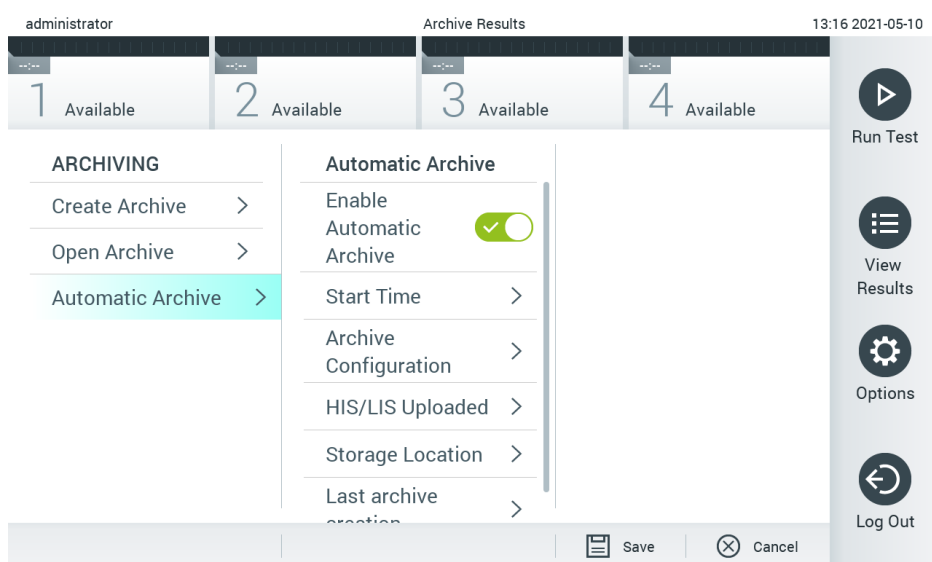

Figure 58. Options d'Automatic archive (Archivage automatique).
2. Appuyez sur **Automatic Archive** (Archive automatique) et activez la fonction (figure 58).